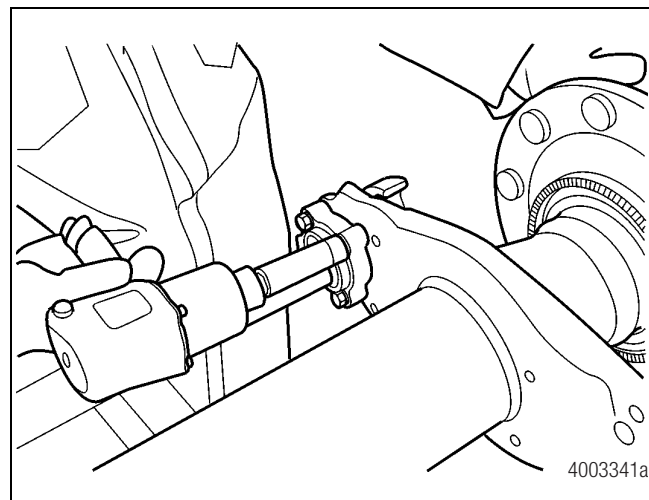

Figura 12.41
6. Apriete los cuatro pernos para llevar el portabuje atornillado hasta su posición asentada. Figura 12.41.